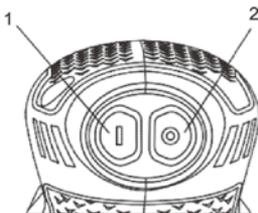

Fig. 7
Pour activer l'interrupteur, appuyez sur le côté droit de l'interrupteur MARCHÉ/ARRÊT (1) (fig. 7). Pour désactiver l'interrupteur, appuyez sur le côté droit de l'interrupteur MARCHÉ/ARRÊT (2) (fig. 7).